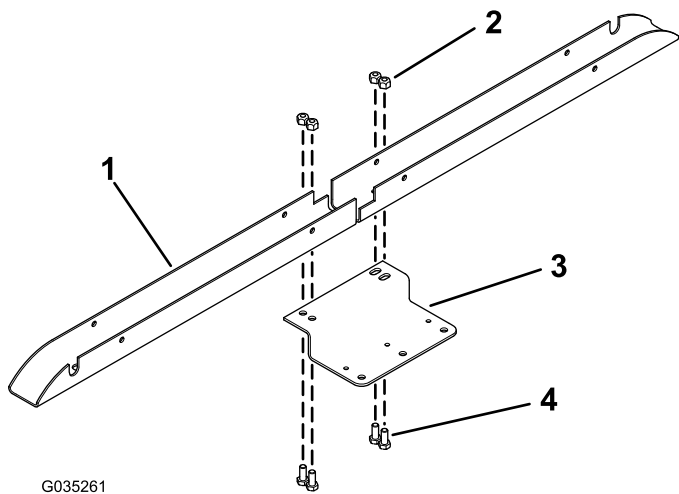

图3
1. 如图3所示，用 4 个六角头螺栓 (5/16 x 3/4 英寸) 和 4 个锁紧螺母 (5/16 英寸) 将工作灯支架安装到 2 个灯具安装槽。